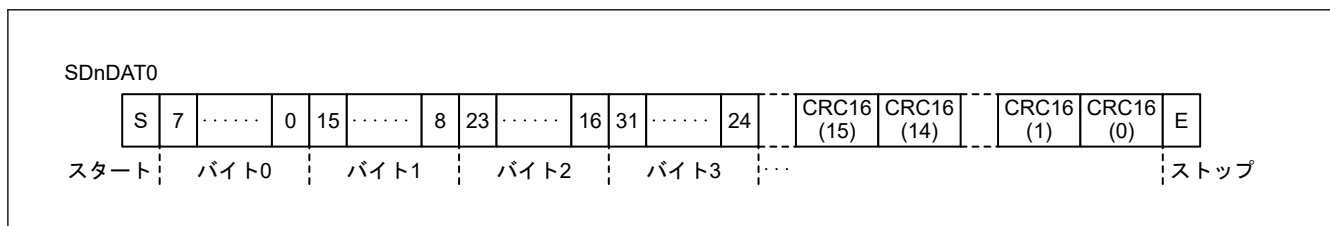
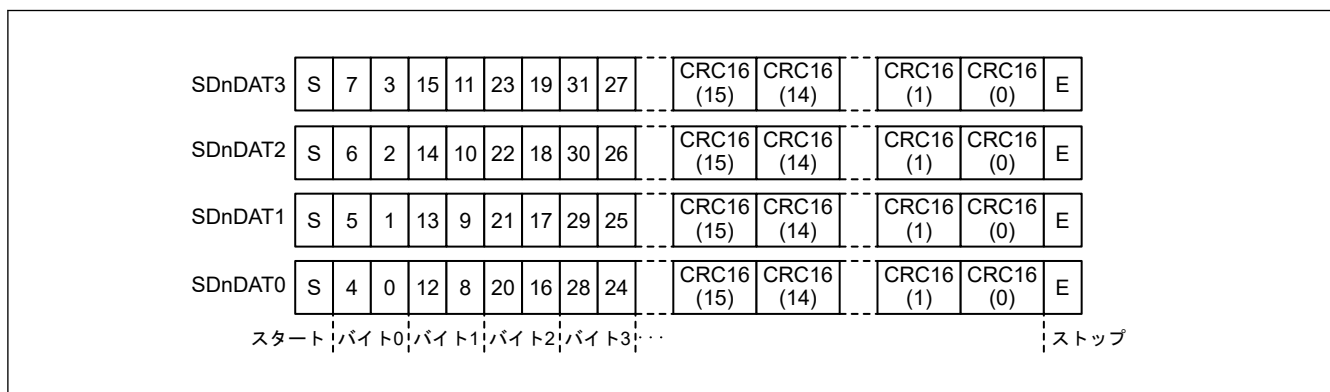

図 35.2 1 ビット幅モードの SDnDAT
図 35.3 4 ビット幅モードの SDnDAT
1. SD/MMC ホストインタフェースが SDnDAT 信号により SD カード／MMC からデータを受信する（図 35.2 および 図 35.3 を参照）。